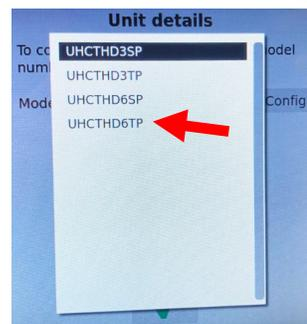

Figure 17
- g) Sélectionnez l'icône configuration correcte pour la configuration de l'armoire (voir Figure 17). Choisissez UHCTHD3SP pour 3 rangées Simple face ; Choisissez UHCTHD3TP pour 3 rangées double face ; Choisissez UHCTHD6SP pour 6 rangées Simple face ; Choisissez UHCTHD6TP pour 6 rangées double face.